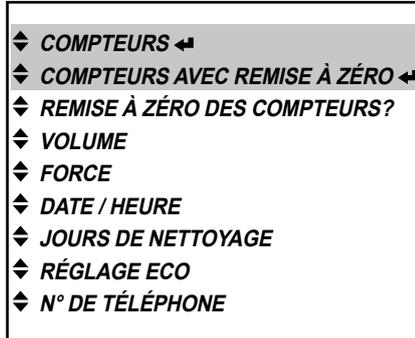

Fig. 55
- Activez le menu « COMPTEURS » ou le menu « COMPTEURS AVEC REMISE À ZÉRO » dans le mode responsable et appuyez sur la touche d'entrée ← pour l'afficher (fig. 55).